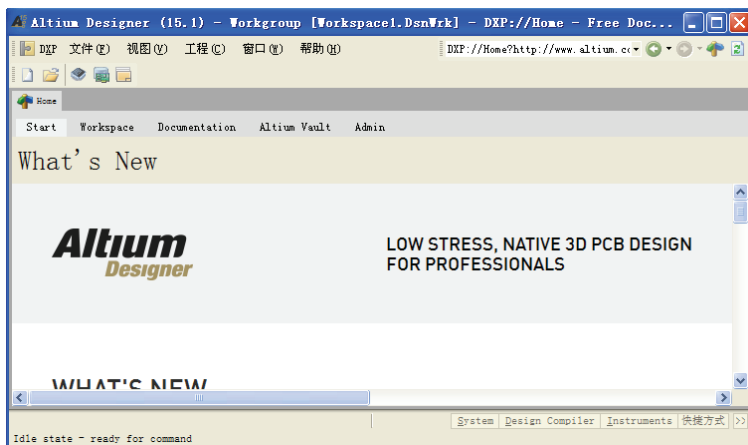

图 1-15 Altium Designer 系统的中文界面
(5) 退出 Altium Designer 系统，然后重新启动 Altium Designer 系统，即变为中文界面，如图 1-15 所示。
从图 1-15 中可以看出，界面并不是完全中文的，并且各个应用窗口中的命令汉化得也不准确。因此，本教材后面的学习将以英文界面为基础进行。